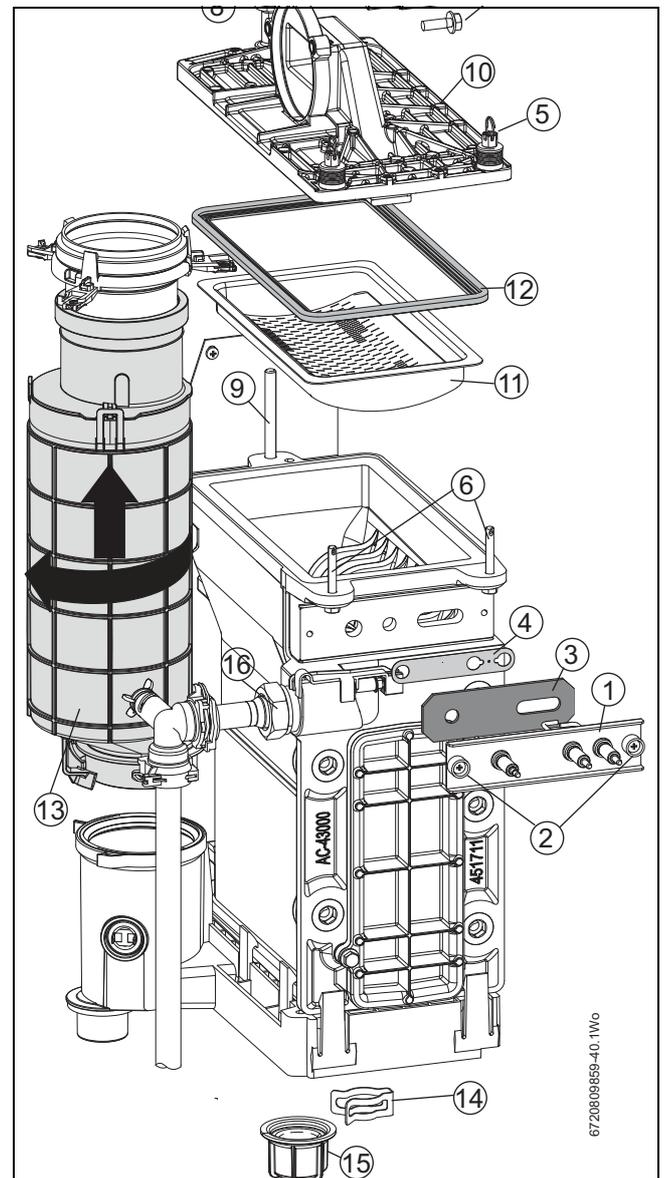

Рис. 66 Первичный теплообменник
- ▶ Открутите два крепежных винта [2] (см. рис. 66) и снимите блок электродов [1], состоящий из прокладки [3] и теплового экрана [4].